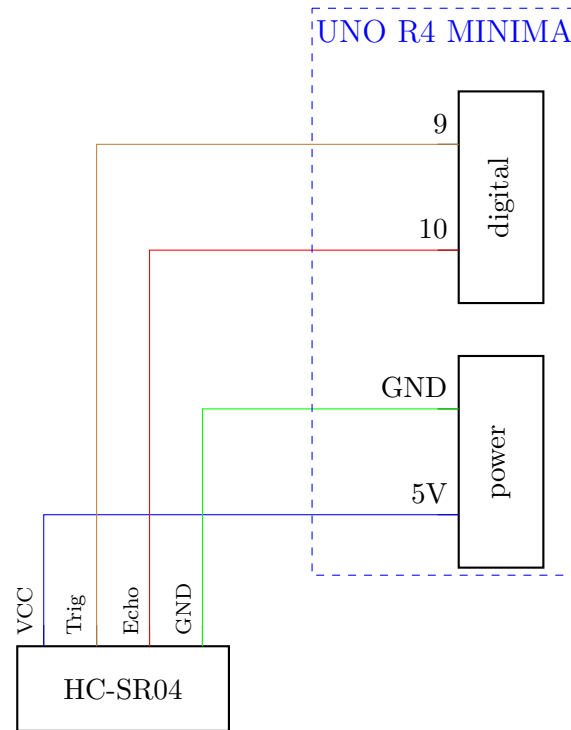

Figura 4.1: Conexión de sensor ultrasónico de distancia
- a. Conecte el sensor HC-SR04 tal como se muestra en la Figura 4.1